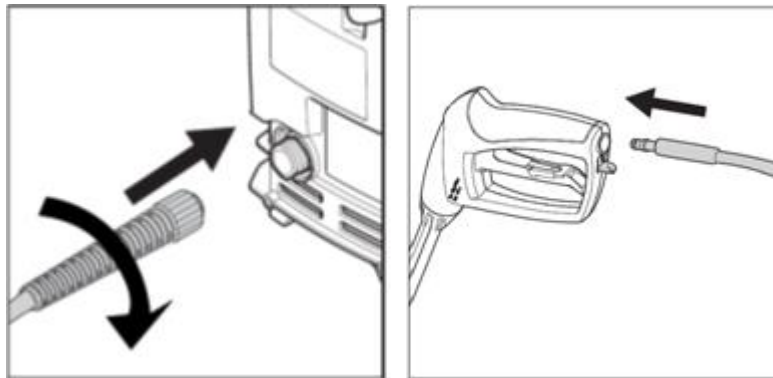

Рис.2. - Подключение высоконапорного шланга.
1. Подключите высоконапорный шланг, идущий от мойки к пистолету, к выходному штуцеру на задней панели корпуса мойки. Для этого соединительный разъем шланга вставьте в гнездо штуцера и до упора заверните накидную гайку (см. рис.2).
2. Ниппель высоконапорного шланга вставьте в гнездо рукоятки моечного пистолета и до упора заверните гайку (см. рис.2). Перед началом работы с мойкой убедитесь, что высоконапорный шланг полностью размотан и не имеет петель по всей длине. Следите, чтобы во время работы мойки высоконапорный шланг не образовывал петли. Это может сказаться на результатах работы при использовании этой мойки.